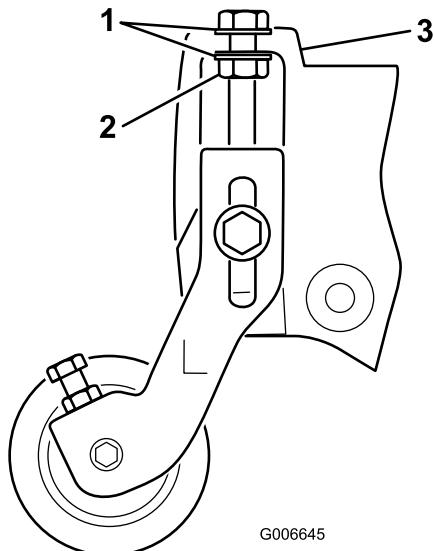

図 7
**注** 戻高調整ボルトについているワッシャは、サイドプレートのフランジのそれぞれの側に入れること（図 7）。
13. ワッシャがサイドプレートのフランジに接触するまで戻高調整ボルトについているロックナットを締めて、その位置からナットを 1/2 回転戻す（図 7）。